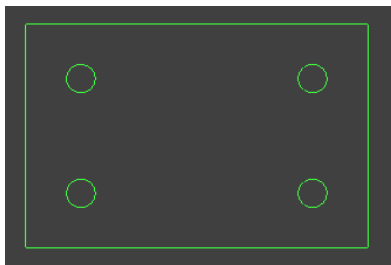

图 1-37 钻孔 CAD 模型
2) 单击“绘图”“圆弧”“点半径圆”，在系统提示区输入半径：5，回车，抓点方式依次在系统提示区输入：X-40 Y-20，回车，X-40 Y20，回车，X40 Y-20，回车，X40 Y20，回车，绘出 4 个圆，如图 1-37 所示。